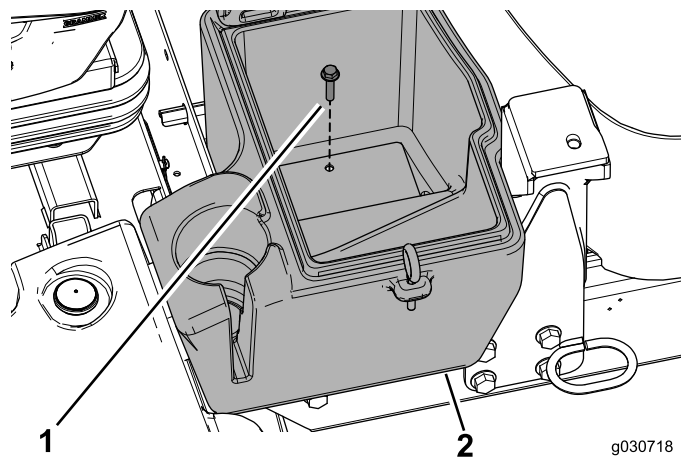

Figura 21
4. Utilice un perno (5/16" x 1 1/2") para sujetar el compartimento de almacenamiento a la máquina (Figura 21).